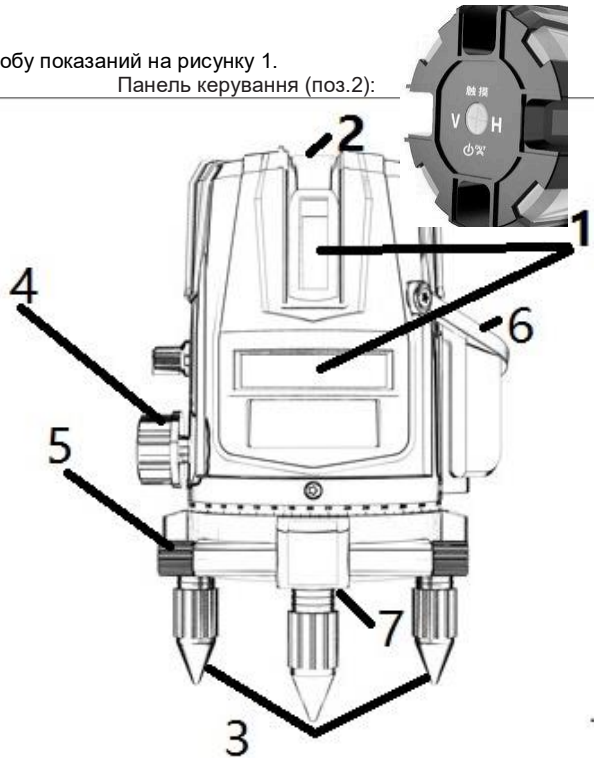

Рисунок 1
- 2.1.1 Склад виробу – див. Рисунок 1.